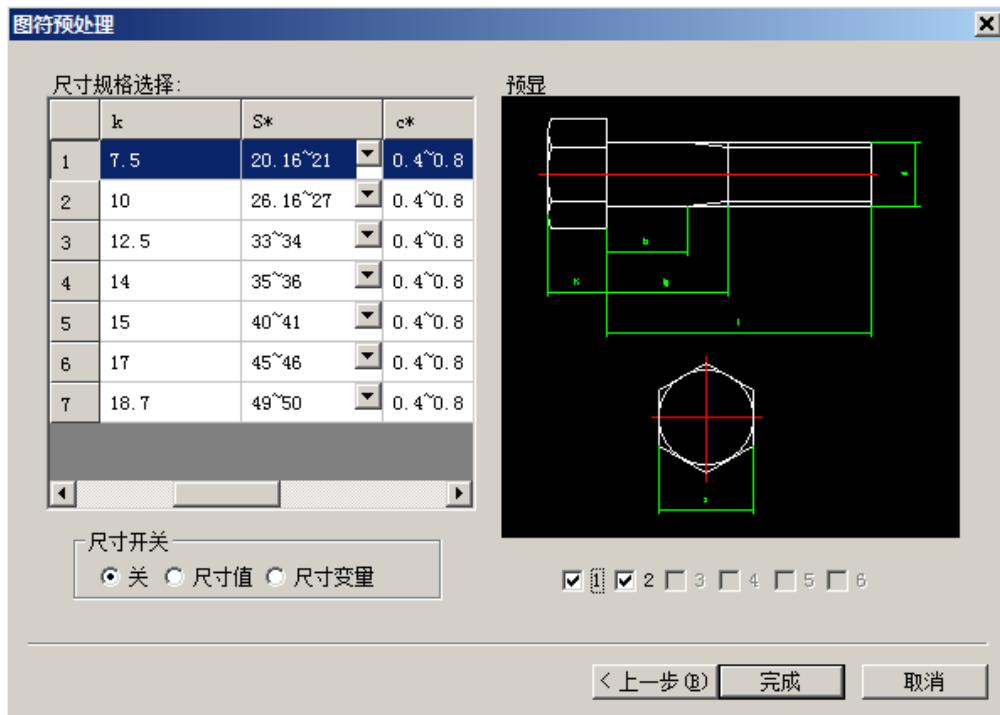

图 6-5 图符预处理对话框
6) 用户选定图符后，单击【下一步按钮】就可进入【图符预处理对话框】，如图 6-5 所示。